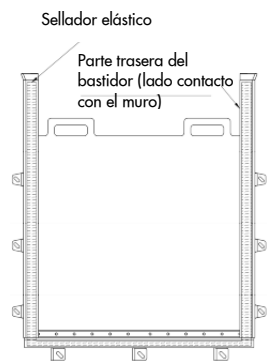

Figura 14
- Aplicar sellador elástico alrededor del perímetro del bastidor, en la zona de contacto con el muro. Es preciso asegurarse de que no se aplica sellador en las deslizaderas o en las juntas de estanqueidad de la compuerta. Esto podría ocasionar fugas o daños en el equipo. (ver Figura 14)